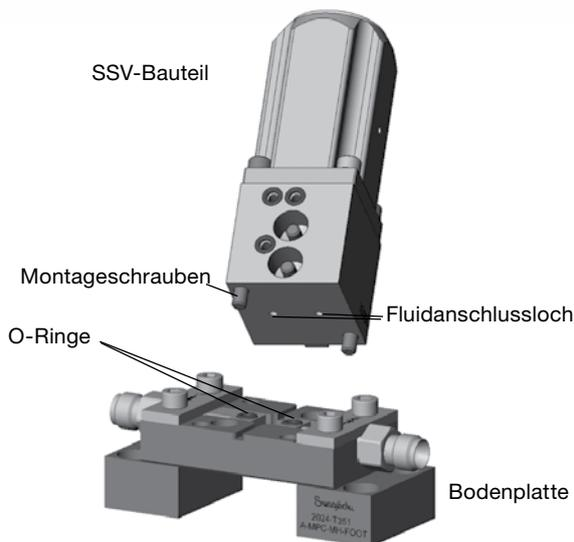

Abb. 5
1. Vor der Demontage das Rohr an der Außenseite der Überwurfmutter markieren. Ziehen Sie einen Strich über der Schlüsselfläche der Überwurfmutter und des Verschraubungskörpers. *Abb. 5*
Bei Bauteilen im MPC-Stil das gesamte **SSV-Bauteil** mit **MPC-Montageschrauben** (#10-32 x 2,0 Zoll mit standardmäßigem 5/32 Zoll Sechskant) montieren, dabei die **Fluidanschlusslöcher** auf dem SSV-Bauteil und der **Bodenplatte** miteinander ausrichten. Die Schrauben mit 2,8 bis 4,0 N·m (25 bis 35 in·lb.) festziehen. Siehe Abb. 5.